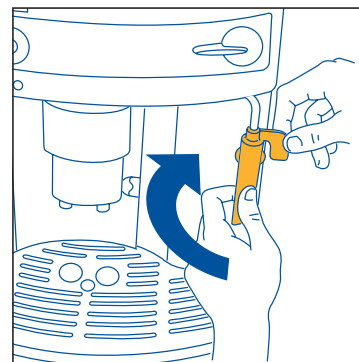

Fig.25
- Gire el mando en sentido de las agujas del reloj y, con una mano, mantenga firme la perilla del tubo del emulsificador y con la otra, desenrózquelo hacia la derecha y extráigalo hacia abajo (fig. 25).